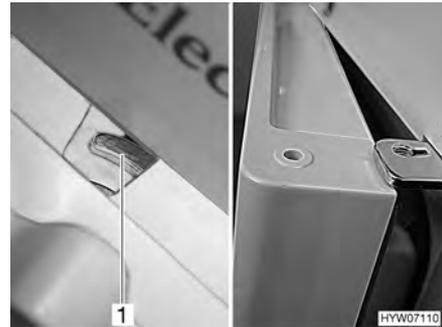

Fig. 168 Porta del frigorifero in posizione di ricircolo dell'aria (serie Dometic 7)
- Spostare il dispositivo di bloccaggio completamente verso destra. La porta del frigorifero è bloccata con l'aiuto dell'arresto della porta (Fig. 168,1). In questo modo la porta del frigorifero rimane ferma in posizione socchiusa (Fig. 168).